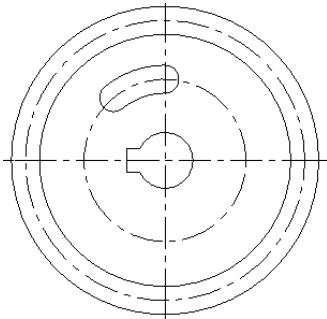

图 4-62 旋转实例
- ① 在“文件”工具栏中单击“打开文件”按钮, 打开光盘中“第 04 章\4.3.4 旋转实例.MCX-7”, 如图 4-62 所示。,